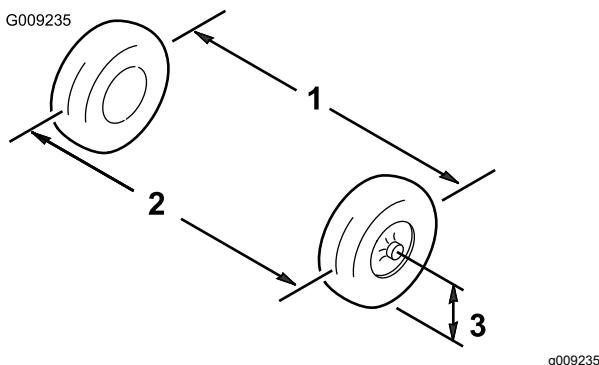

Figure 59
- Mesurez la distance entre les roues avant à hauteur d'essieu, à l'avant et à l'arrière des roues (Figure 59).